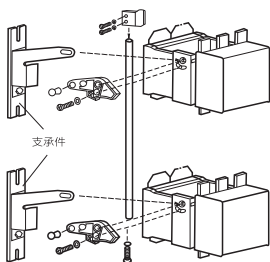
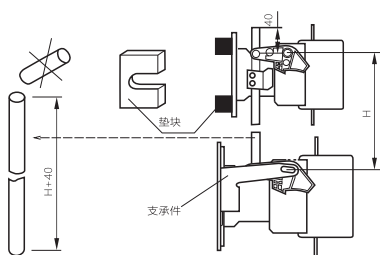

图 5
图 6
- 注：1、垂直安装时，请将电流小的安装在上方；安装后，在连杆长度达到 $H+40$ 时，可截去其上部长出部分（见图6）；
2、NC2-115~225和NC2-265~800及机械联锁机构组成垂直安装的联锁产品时，须在NC2-115~225下加垫块（见图6）；
3、NC2-225~800和机械联锁组成垂直安装的联锁产品时，须加装支承件（见图5、图6）。